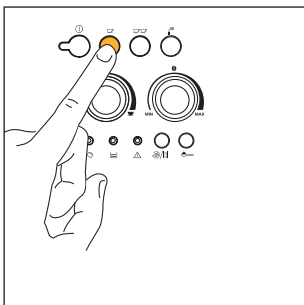
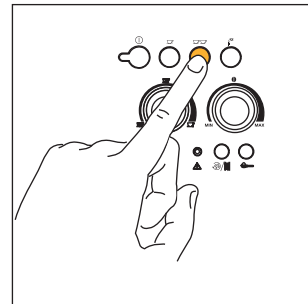

Abb. 12
Abb. 13
- 5) Zur Zubereitung eines Kaffees die Taste ☕ (Abb. 12) drücken. Zur Zubereitung von 2 Kaffees die Taste ☕☕ drücken (Abb. 13). Nun beginnt die Kaffeemaschine, die Kaffeebohnen zu mahlen, es erfolgt ein kurzes Vorbrühen und schließlich die Kaffeeabgabe in die Tasse. Sobald die voreingestellte Kaffeemenge ausgegeben worden ist, unterbricht die Kaffeemaschine automatisch die Ausgabe und wirft den Kaffeesatz in den Kaffeesatzbehälter.
- 7) Zum Ausschalten der Kaffeemaschine die Taste ① drücken. (Bevor die Kaffeemaschine sich ausschaltet, führt sie automatisch einen Spülvorgang durch: Aus den Ausgüssen tritt etwas heißes Wasser aus, welches in der darunter liegenden Abtropfschale aufgefangen wird. Passen Sie auf, dass Sie sich nicht verbrühen). Wenn Sie die Kaffeemaschine nicht mit der Taste ① ausschalten sollten, schaltet sich diese auf jeden Fall 3 Stunden nach dem letzten Gebrauch selbstständig aus und führt vorher einen kurzen Spülvorgang durch.
HINWEIS 4: Während der Kaffeezubereitung kann die Kaffeeausgabe jederzeit abgebrochen werden, indem Sie die vorab angewählte Taste ☉ (Abb. 12) oder ☉☉ (Abb. 13) drücken.
HINWEIS 5: Wenn Sie nach abgeschlossener Kaffeeausgabe mehr Kaffee in der Tasse haben möchten, einfach die vorab gewählte Taste ☉ (Abb. 12) oder ☉☉ (Abb. 13) gedrückt halten, bis die gewünschte Menge erreicht wird (dieser Vorgang muss innerhalb von 3 Sekunden nach abgeschlossener Kaffeeausgabe durchgeführt werden).